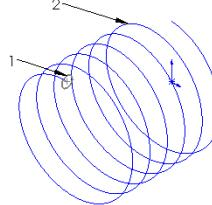
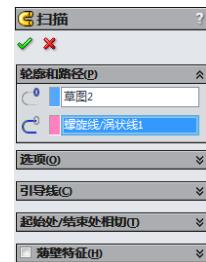

图3-38 等轴测视图
图3-39 “扫描”属性管理器
**07** 设置视图方向。单击“标准视图”工具栏中的“等轴测”图标 $\odot$ ，将视图以等轴测方向显示，结果如图3-38所示。
**09** 设置属性管理器。此时系统弹出如图3-39所示的“扫描”属性管理器。在“轮廓”一栏中，选择图3-38中圆1；在“路径”一栏中，选择生成的螺旋线2，按照图示进行设置。